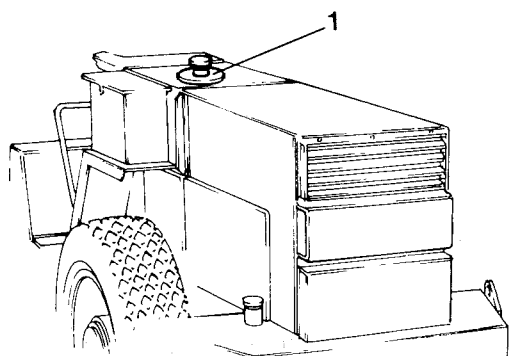

Fig 42 Hydraultank
- 6 Ta bort manluckan (1), fig 42 på hydraultankens ovansida. Var försiktig så att inga föroreningar kommer in i tanken.